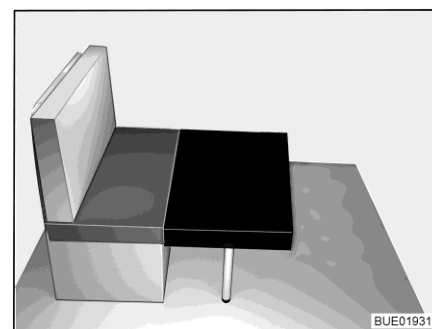

Fig. 62 Transformación (1)
- Colocar el pequeño cojín adicional en la mesa, delante del cojín del asiento del banco (véase Fig. 62).